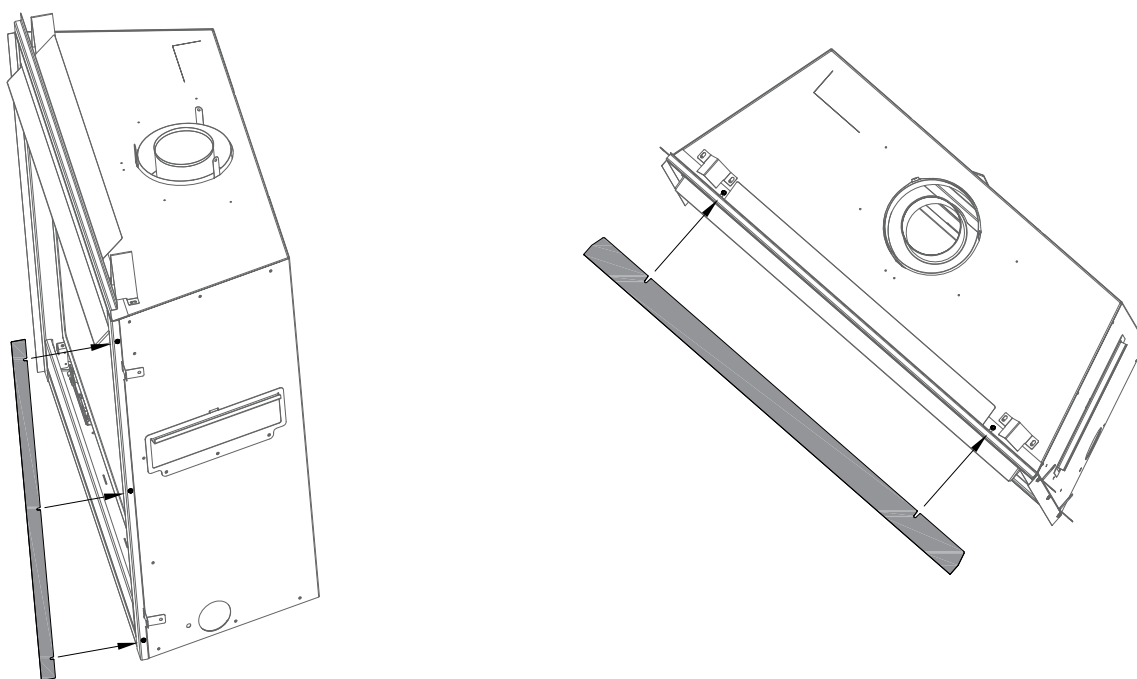

Figure 4.8 - Installation du kit de garnitures de finition
1. Installez d'abord les garnitures latérales. De chaque côté, desserrez les (3) vis à métal montrées à la Figure 4.8, et insérez les garnitures latérales de chaque côté. Resserrez les vis pour fixer les garnitures au foyer.
2. Installez la garniture supérieure. Desserrez les (2) vis à métal montrées à la Figure 4.8, et insérez la garniture supérieure. Resserrez les vis pour fixer la garniture au foyer.